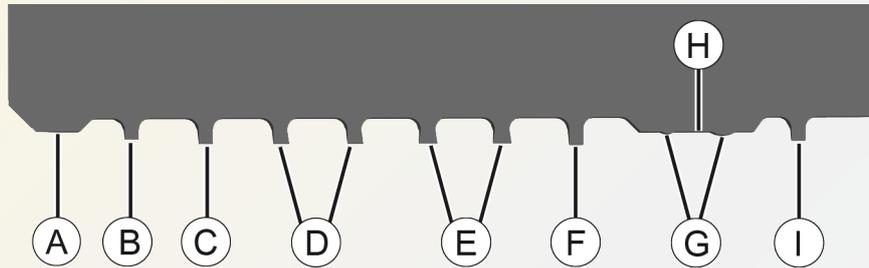

Abb. 4: Aufrauplatte in der Detailansicht
5. Lösen Sie die beiden Zylinderschrauben (6) an der Klemmleiste (4) um ca. eine halbe Umdrehung. Stellen Sie den Durchmesser an der Messstrecke (siehe Abbildung 4) über die Verstelle schraube (9) mit einem Innensechskantschlüssel SW 3 auf 0,05 mm vor das Einstellmaß (im Durchmesser). Durch Rechtsdrehen der Verstelle schraube (9) stellen Sie den Durchmesser kleiner und durch Drehen nach links stellen Sie den Durchmesser größer ein.
8. Stellen Sie die Konturzähne (Zahn 3-6 siehe Abbildung 4) über die beiden Verstellerschrauben der Gewindekeilverstellung (5) auf eine Ebene. Die Zähne 5, 4 und 3 dürfen maximal 5  $\mu\text{m}$  von Zahn 6 abweichen. Drehen Sie dafür die Verstellerschraube (5), die auf der Seite der Zähne liegt, die nach außen gestellt werden müssen, mit einem Innensechskantschlüssel SW 2 nach rechts. Die Gewindekeilverstellung hat einen Verstellweg von 0,1 mm im Durchmesser.
9. Lösen Sie die beiden Zylinderschrauben (6) an der Klemmleiste (4) um ca. eine halbe Umdrehung. Stellen Sie den Durchmesser an der Messstrecke (siehe Abbildung 4) über die Verstelle schraube (9) mit einem Innensechskantschlüssel SW 3 auf das Einstellmaß ein.
10. Ziehen Sie die beiden Zylinderschrauben (6) an der Klemmleiste (4) schrittweise und abwechselnd an, bis ein Drehmoment von 3 Nm erreicht wird. Achten Sie darauf, dass sich der in Schritt 9 eingestellte Durchmesser so wenig wie möglich verstellt und innerhalb der Toleranz bleibt. Verwenden Sie dafür einen Drehmomentschlüssel mit Innensechskant Steckschlüssel (SW 3).
12. Kontrollieren Sie die Geradheit der Konturzähne. Um die Geradheit der Konturzähne zu überprüfen messen Sie die Abweichung der Zahnhöhe von Zahn 6 zu den Zähnen 5, 4 und 3. Die Zähne 5, 4 und 3 dürfen maximal 5  $\mu\text{m}$  von Zahn 6 abweichen (siehe Abbildung 4).
13. Kontrollieren Sie den Überstand von Zahn 7 zu Zahn 6. Der Aufrauzahn (Zahn 7) muss  $20 \mu\text{m} \pm 5 \mu\text{m}$  über Zahn 6 liegen (siehe Abbildung 4).